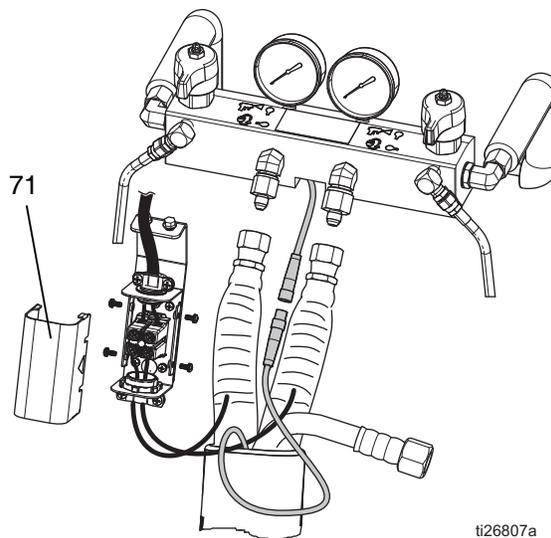

FIG. 71 : Boîtier de raccordement électrique du flexible chauffé
2. Enlever le couvercle (71). Voir la FIG. 71.
3. Débranchez les fils du système (139) sur le doseur.
4. Débrancher les fils du tuyau sur le bornier (AS).